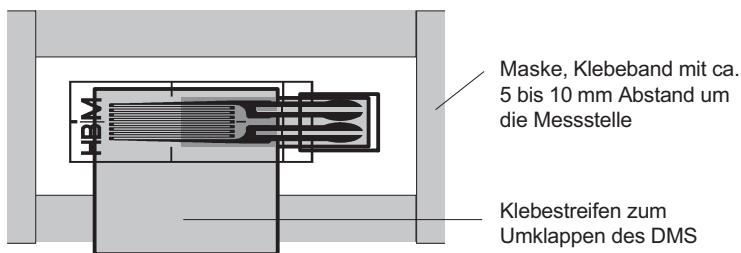

Abb. 6.4 Vorbereiten der DMS-Installationsstelle
- ▶ Bringen Sie ein Klebeband im Abstand von ca. 5 bis 10 mm um die Installationsfläche an (siehe Abb. 6.4).